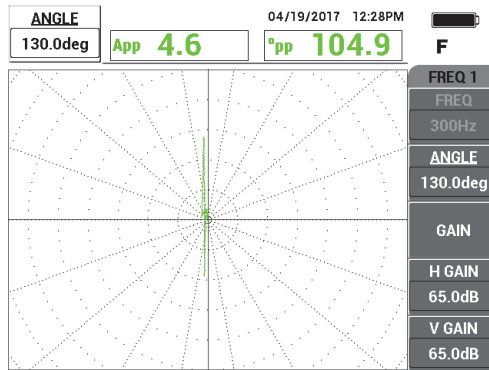

Abbildung 5-227 Einstellen der Signalphase
- Drücken Sie die Direktzugriffstaste ANGLE () und stellen Sie dann das Signal ein, bis das Signal des Lochs vertikal ist (siehe Abbildung 5-227 auf Seite 307).